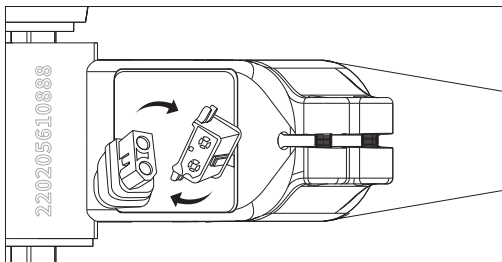

Figura 7-2
- Ligue o cabo entre a bateria e o controlador, conforme mostrado na [Figura 7-2].